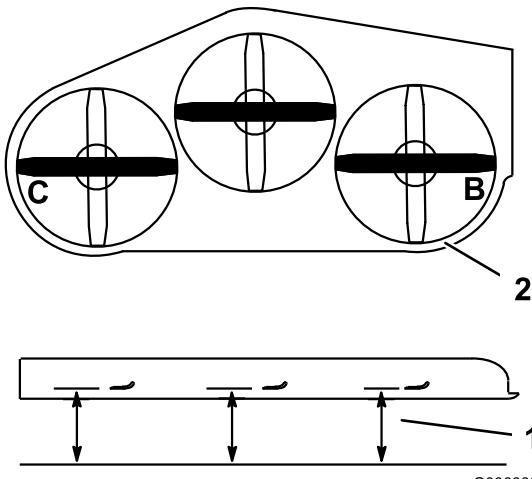

Figure 80
1. Tournez la lame droite latéralement (Figure 80).
2. Mesurez la distance au point **B** entre la surface plane et le tranchant de la pointe de la lame droite (Figure 80).
4. Tournez la lame gauche latéralement (Figure 80).
5. Mesurez la distance au point **C** entre la surface plane et le tranchant de la pointe de la lame gauche (Figure 80).